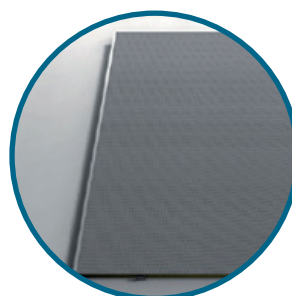
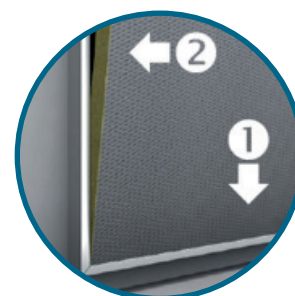

Рис. 6
Рис. 7
2.2. Нижняя часть панели должна опираться на предварительно смонтированную клипсу (Рис. 6). Следом приступайте к установке крайней нижней панели, заведите панель в горизонтальный П-профиль, только после этого, сдвиньте до упора в вертикальный П-профиль, не повредите лицевую поверхность панели (Рис. 7).